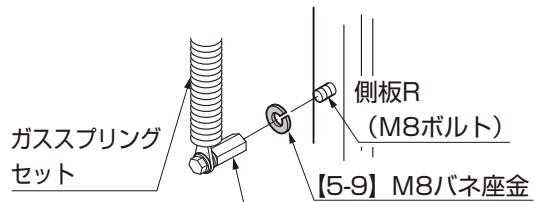
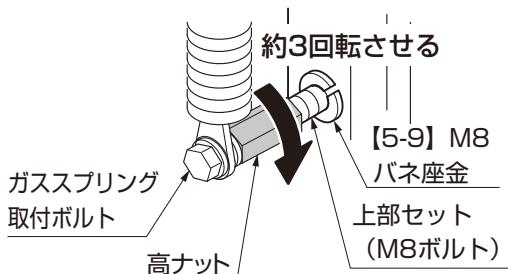

図10-5
図10-6
- ③②の位置に保持するように上扉を抑えながら、側板RのM8ボルトに【5-9】を挿入し、ガススプリングセット下側の高ナットを約3回転だけねじ込んでください。（図10-5、図10-6参照）
- ④ガススプリングセットの上下両方の高ナットを交互に回しながら締めて、高ナットを本体に固定ください。
- ⑤ガススプリングセットの上下両方のガススプリング取付ボルトを締め付けて、ガススプリングセットを本体に取付けてください。
- ⑥左側のガススプリングセットを、右側と同じ手順で取付けてください。
- ①側板RのM5ボルトに、ガススプリングカバーを【5-10】、【5-11】と【5-12】で取付けてください。
- ②側板LのM5ボルトに、側板Rと同じ手順でガススプリングカバーを取付けてください。